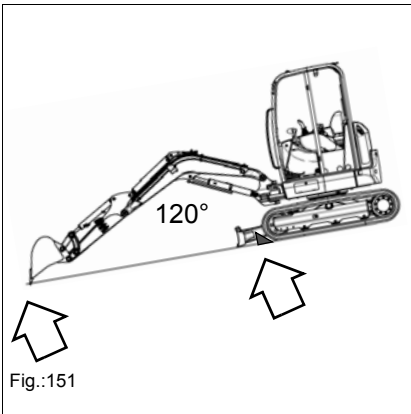

Fig.:151
- Asegurar la máquina con cuñas de calce (ver Fig. 151).